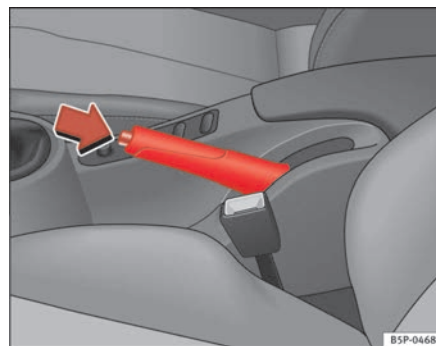

Abb. 145 Handbremse zwischen den Vordersitzen
⇒ Abb. 145.
- Ziehen Sie den Hebel etwas nach oben, drücken Sie die Entriegelungstaste in Pfeilrichtung ⇒ Abb. 145 und führen Sie den Handbremshebel ganz nach unten ⇒ .